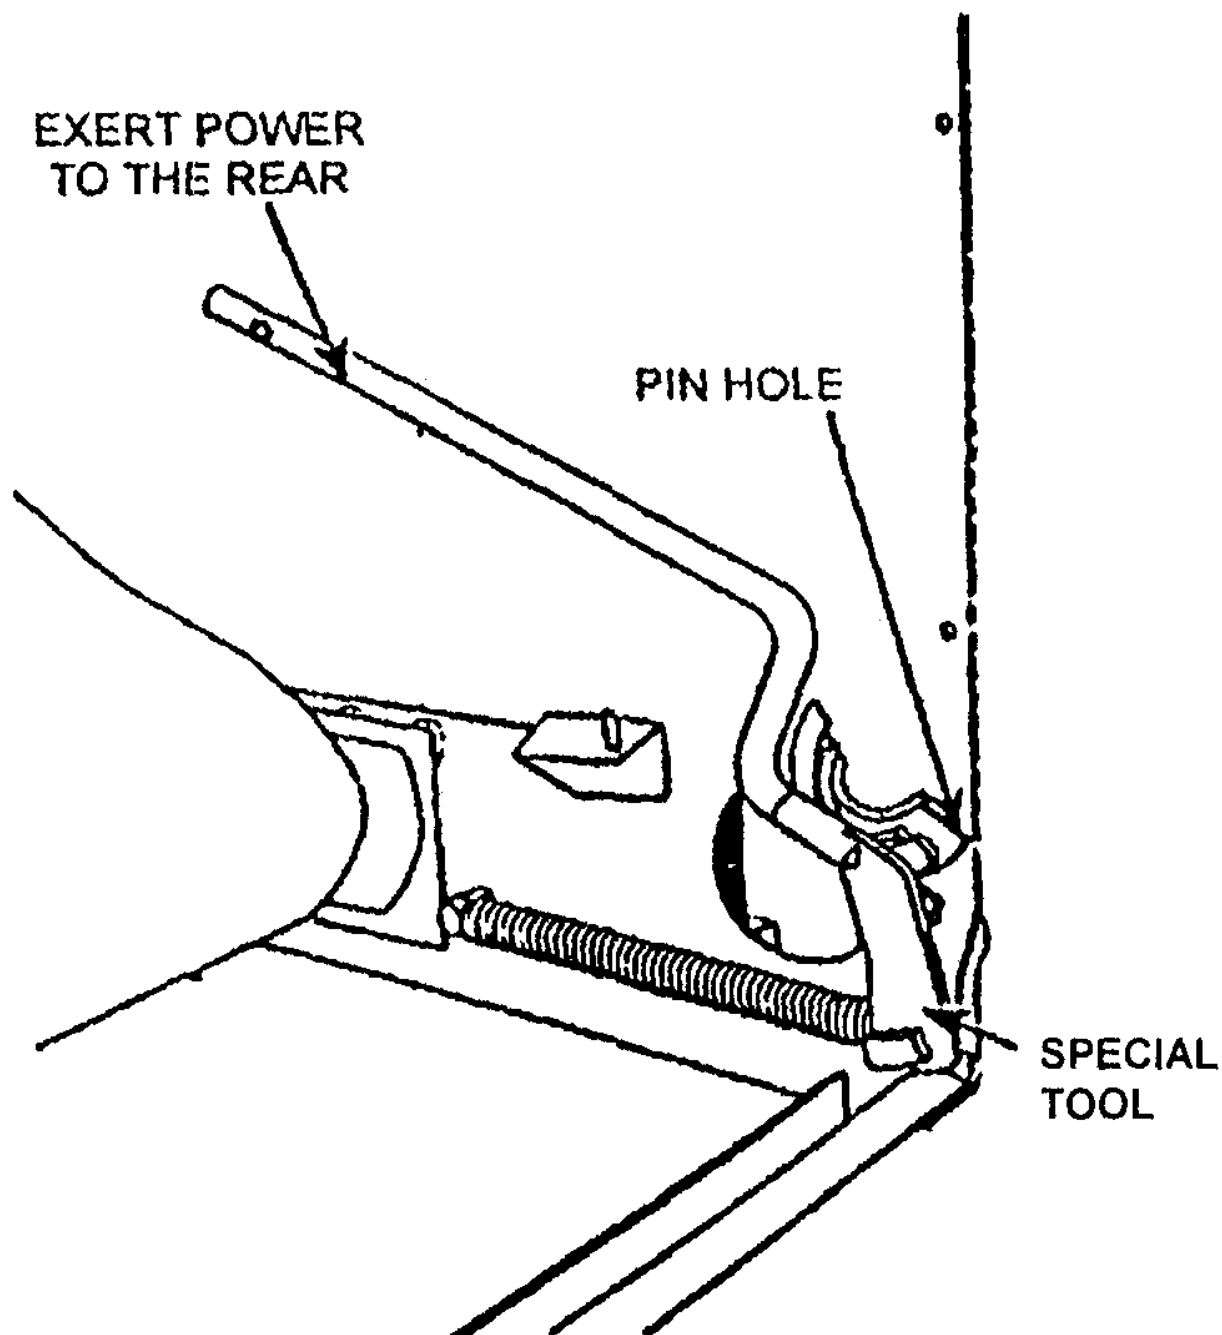

Рисунок 49
- (1) Вставьте специальный инструмент между валиком и стенкой, разместите его на несущем валу (рис.49).
- (2) Нажатием на специальный инструмент воздействуйте на силовой рычаг сзади машины. Затем вставьте шплинт в отверстие стенки для остановки опоры несущего вала.
- (3) Выполните те же действия с другой стороны машины для остановки несущей опоры.
6. Сдвиньте опору заднего ролика и вытащите ее поперек (рис.49).
(1) Поместите специальный инструмент на опоре несущего вала (рис.49).
(2) Оказывая давление на заднюю часть машины, вставьте шплинт в маленькое отверстие в стенке для остановки опоры несущего вала.
(3) Выполните то же действие с другой стороны машины.